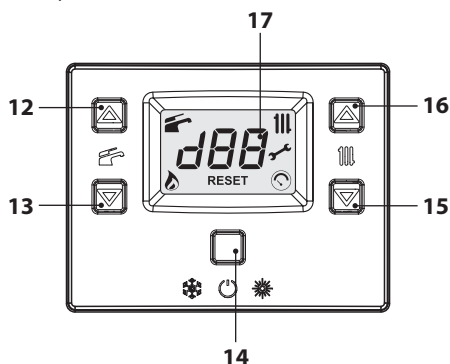
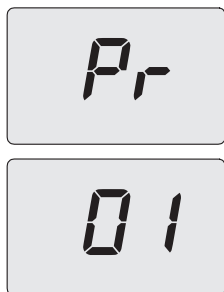

Figura 5.43
Figura 5.44
- Entrare in "modalità programmazione" premendo contemporaneamente per 10 secondi i tasti 14-15-16 (Figura 5.43) fino a far apparire sul display LCD le lettere **Pr** che si alternano al numero del parametro **01**, indicanti l'entrata nel "parametro 01" (Figura 5.44).
- Premendo il tasto 14 (Figura 5.43) si ottiene la conferma del valore inserito. Sul display appare per 3 sec. la scritta **"Ok"** (Figura 5.46), per poi visualizzare la lista dei parametri.